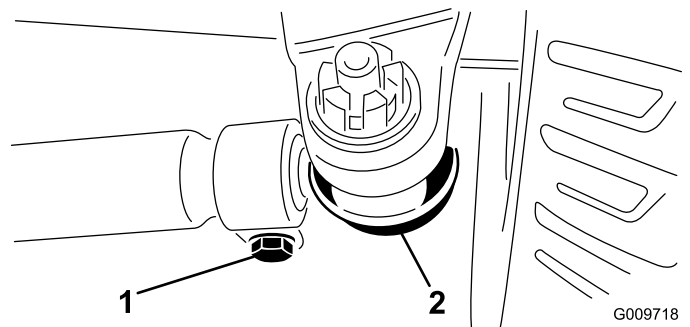

Figura 73
2. Per regolare, togliete la coppiglia e il dado da uno dei giunti a sfera del tirante (Figura 73). Togliete il giunto a sfera del tirante dal supporto della scatola del ponte.
3. Allentate i fermi su entrambe le estremità dei tiranti (Figura 73).
4. Girate di un (1) giro completo, verso l'interno o l'esterno, il giunto a sfera rimosso. Serrate la ghiera dal lato allentato del tirante.
5. Girate l'intero gruppo del tirante nello stesso verso (interno o esterno), di un (1) giro completo. Serrate la ghiera dal lato collegato del tirante.